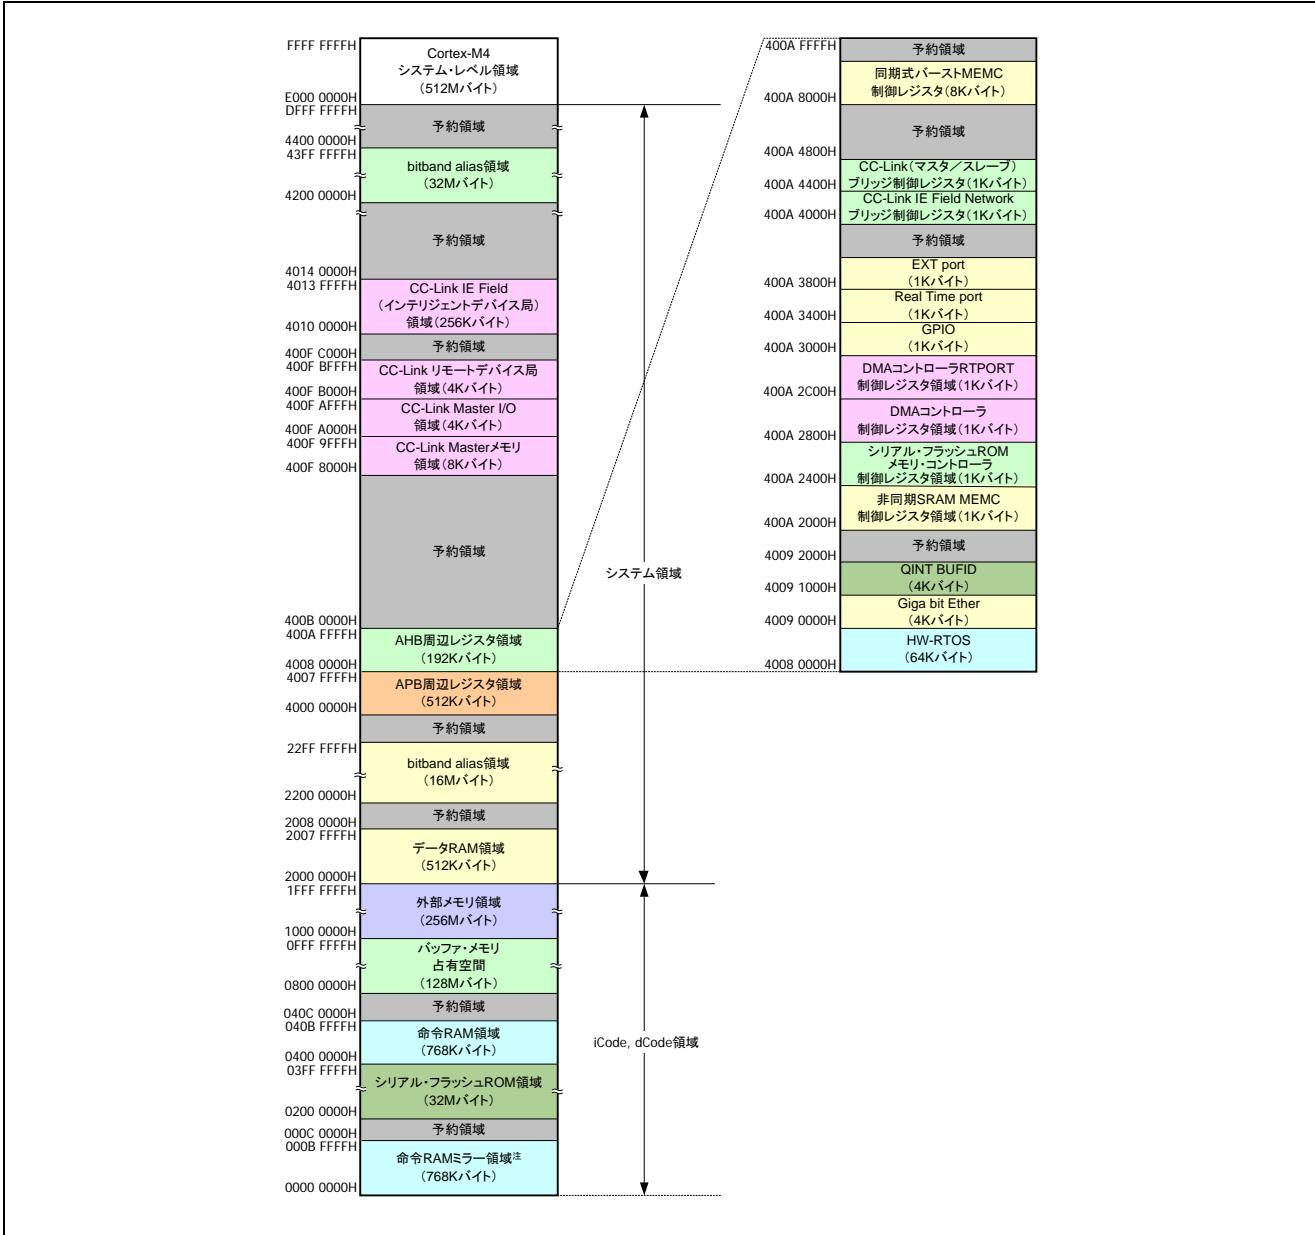

図 3.1 メモリ・マップ（全体）
- 注 1. AHB 周辺レジスタ領域(上位 52K バイト)**は、「GPIO」領域～「同期式バースト MEMC 制御レジスタ」領域を示します。詳細は「図 3.1 メモリ・マップ(全体)」を参照して下さい。